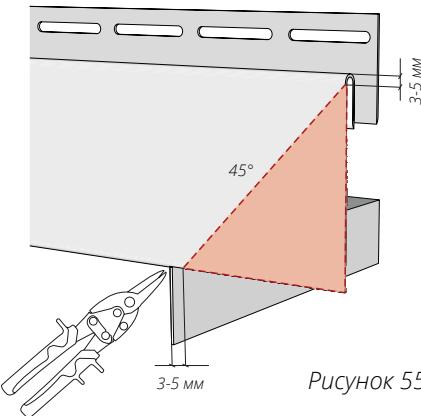
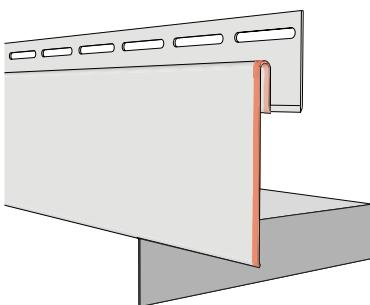
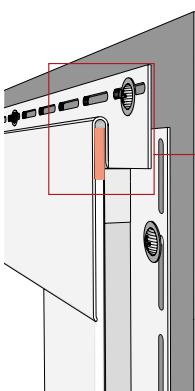

Рисунок 55
Рисунок 63
Рисунок 66
13.11 Если соединение околооконных планок нужно выполнить под углом 45°, верхнюю околооконную планку с обеих сторон нужно подрезать согласно рис. 55.
- 13.15** После монтажа околооконные и финишные планки должны оставаться подвижными. На рис. 63, 64, 65 показаны части, которые необходимо точечно подогнать. На рис. 66 показана верхняя часть боковой околооконной планки, которую можно поджать, используя клещи прямые, чтобы в месте примыкания был более легкий ход. При подрезе верхней околооконной планки под угол 45° (рис. 55) использовать поджим не нужно.